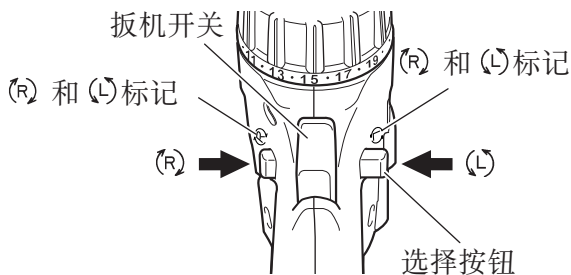

图 7
按选择按钮的 R（右）侧，钻头便会顺时针（从后方看时）旋转；按选择按钮的 L（左）侧则使钻头逆时针旋转。（请参照图 7）。（机身上标有 (L) 和 (R) 标记。）